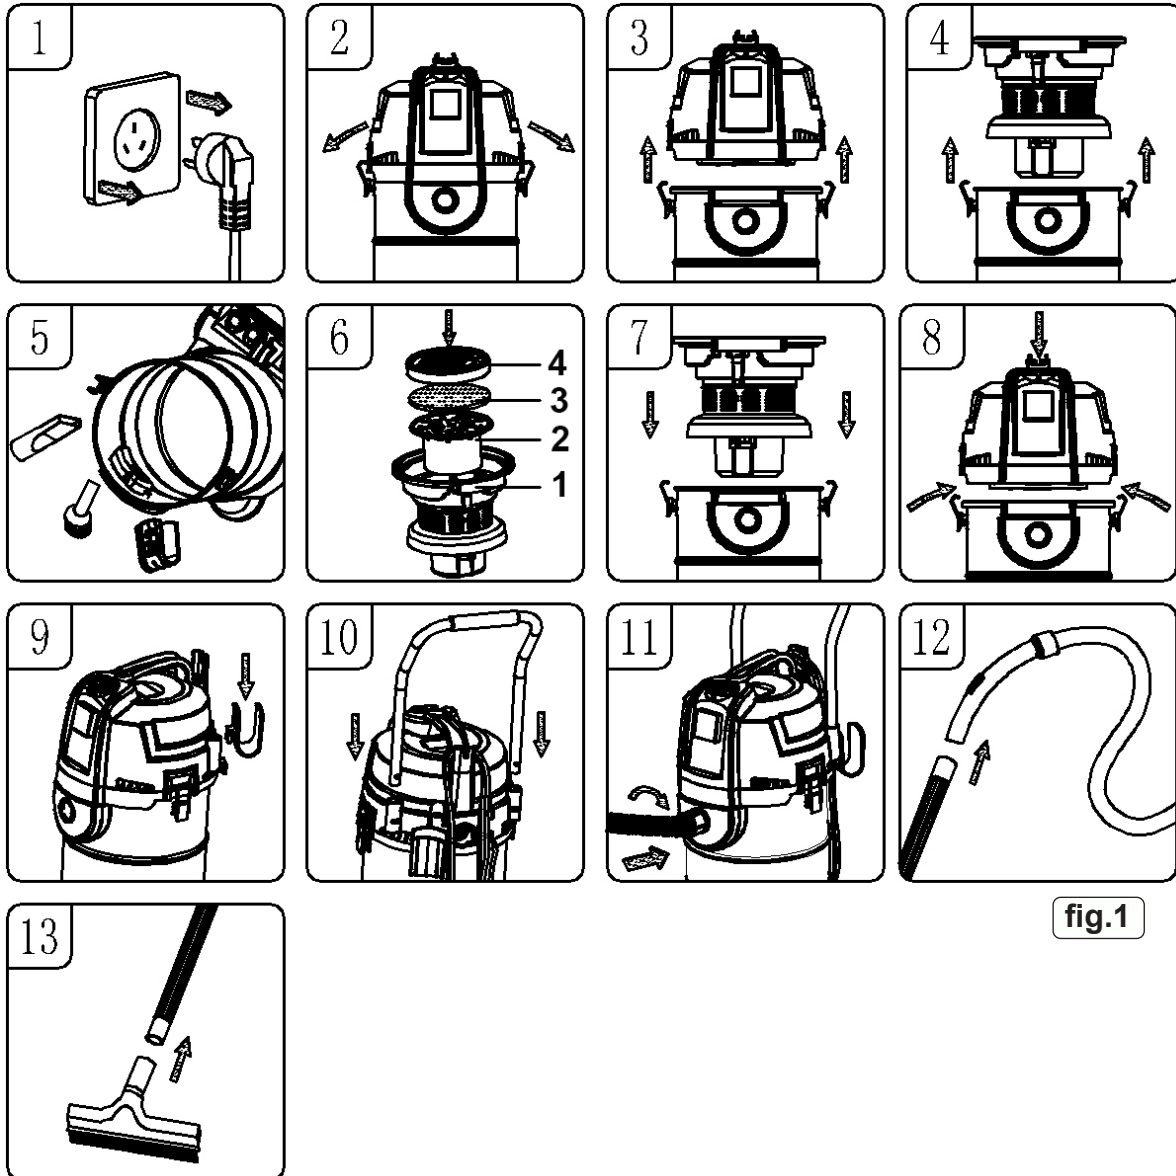

fig.1
4.1. CARTON CONTENT (fig.1)
4.2. ASSEMBLY (fig.1)